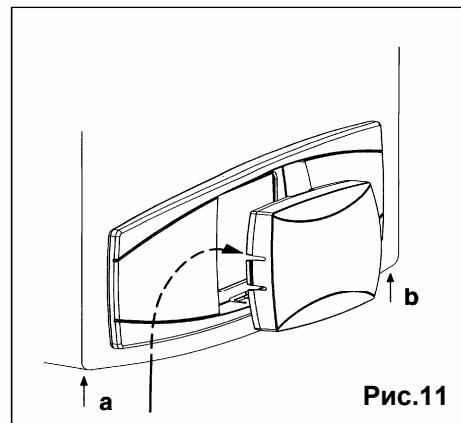

Рис.11
1. Отвинтить два винта (а - б рис.11), которые фиксируют корпус котла;
2. Приподнять слегка корпус и рукой выдавить наружу крышку передней панели (рис.11);
6. Закрыть корпус котла, завинтить два винта, которые его фиксируют (рис.11).
- Отвинтить два винта (**a - b** рис.11), которые фиксируют корпус котла;